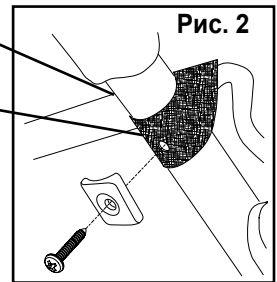

Рис. 2
2. Установите заднюю ось (С) на коляску (рис. 2).
- Возьмите заднюю ось (С) так, чтобы тормозная трубка (3) была направлена вверх, и совместите концы оси с задними стойками коляски.
2. Выровняйте отверстие (1) на стержне заднего колеса (В) с отверстием на задней оси.
3. Вставьте винт М6 х 34 мм (Н) в получившееся отверстие, чтобы его конец показался с другой стороны задней оси (С) (рис. 2).
2. Зафиксируйте кронштейн на раме коляски, нажав на рычаг. Зажмите (1) вокруг трубки передней ножки (4) близко рычаг блокировки, нажав рычаг блокировки на рычаг до щелчка закрывается и шпилька (2) полностью отверстие в рычаге. (Рис. 2).
3. Закрепите заднюю (короткую) дугу, вставив ее концы в фиксаторы, расположенные с наружной стороны ручки в верхней части задних сидений (рис. 2).
2. Поднимите заднюю дугу капюшона так, чтобы между ручкой и ее опорной рамой образовался зазор (2).
4. Выньте винты с фиксаторами, снимите фиксирующие ленты (рис. 2).
3. Найдите предохранительную ленту по бокам коляски (рис. 1). Слегка надавите на ручку коляски и расстегните предохранительную ленту. Для этого потяните пряжку (1), поверните ее (2) и пропустите через кольцо (3) (рис. 2 и 3).
4. Положите сложенную коляску на пол так, чтобы передние колеса и подставка для ног оказались снизу. Нажмите на ручку коляски, пропустите пряжку на предохранительной ленте в кольцо и поверните ее (рис. 2).
3. Отрегулируйте натяжение ремней. Для этого потяните за свободный конец и переместите пластиковую пряжку (рис. 2).
2. Аккуратно вытащите пряжку вместе с наплечником с лицевой стороны спинки. Расправьте наплечник, чтобы он лежал ровно (рис. 2).
1. Если нужно удлинить паховый ремень, сдвиньте пряжку к краю ремня (рис. 2).
2. Если нужно укоротить паховый ремень, сдвиньте пряжку к середине ремня (рис. 2).
1. Приподнимите спинку и расстегните обе пряжки (рис. 2).
1. Приподнимите спинку и верните ее в вертикальное положение, закрепите обе пряжки (рис. 2).
1. Поднимите стопорный рычаг носком ноги (рис. 2).